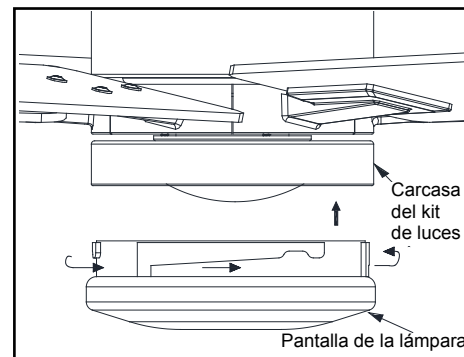

Figura 18
5. Coloca la pantalla de la lámpara dentro de la carcasa del kit de luces alineando las tres áreas planas en la parte superior de la pantalla de la lámpara con las tres muescas salientes en la carcasa del kit de luces. Gira la pantalla de la lámpara hacia la derecha hasta que se detenga. (Figura 18)